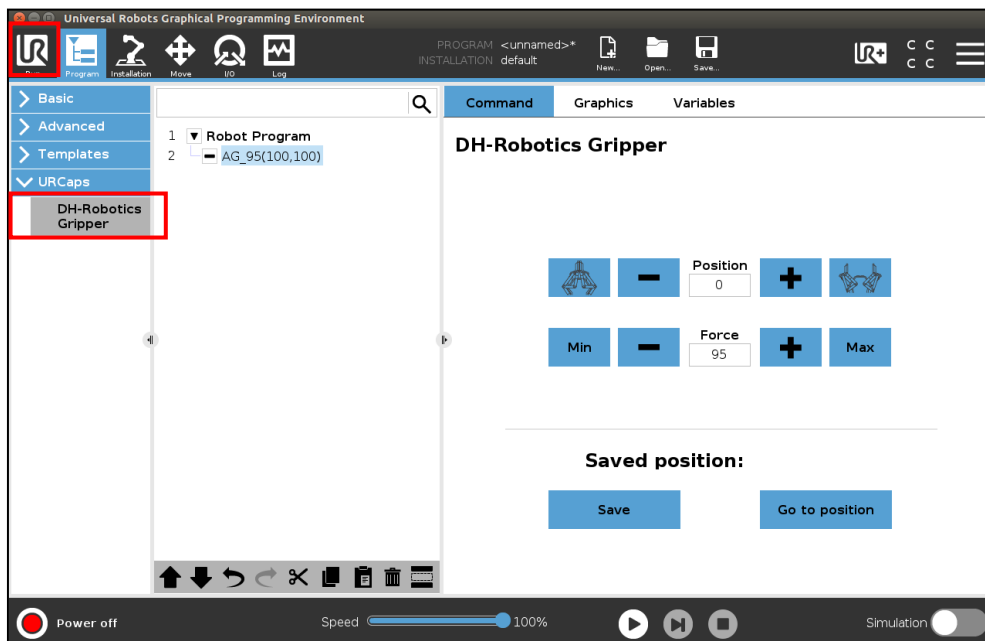

图 5.28 添加 AG-95 节点
3. 新建一个机器人程序，在 **URCaps** 界面找到 AG-95 夹爪节点，将该节点添加到机器人程序中，节点可以控制夹爪的位置及力度，如运动到一个特定的开合位置，或者以设定的力夹持物体，如图 5.28 所示。